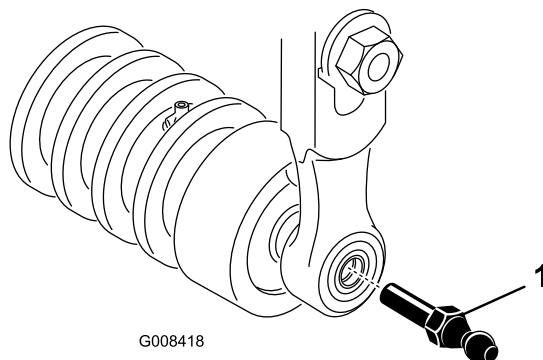

Figure 16
- F. Montez le support du moteur à l'extrémité gauche du plateau de coupe au moyen des (2) vis Allen retirées précédemment. Serrez les vis à un couple de 16 à 20 Nm.
5. Visez une rotule à chaque extrémité du rouleau avant du plateau de coupe (Figure 16).